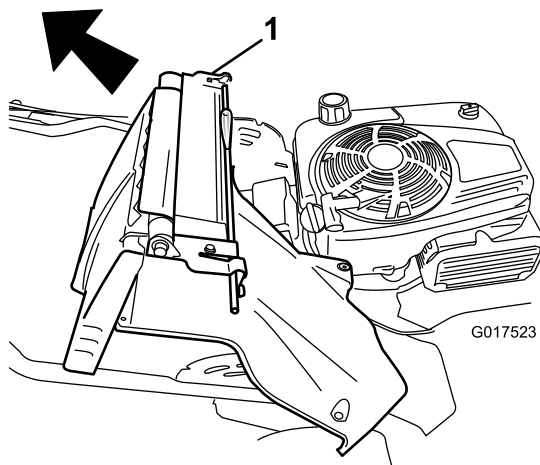

Рисунок 36
7. Снимите заднюю дверцу и рычаг фиксации рукоятки в сборе (Рисунок 36).